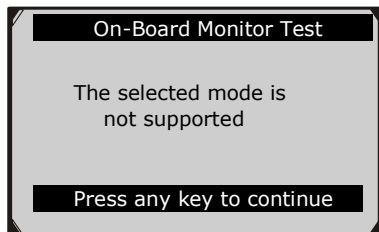

Figura 5.29
- Si el vehículo de prueba no soporta el modo, un mensaje de advertencia se mostrará en la pantalla. (Figura 5.29)